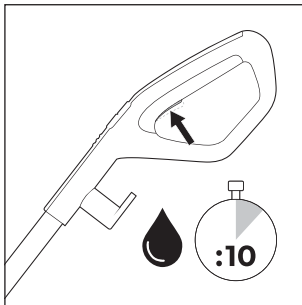
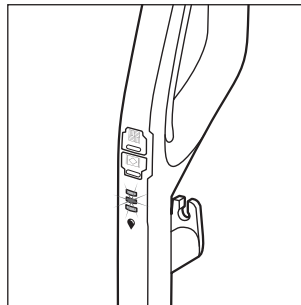

Fig. 18
Fig. 19
- ◆ Înainte de fiecare utilizare, țineți apăsat comutatorul pentru soluția de curățare **15** timp de cca 10 secunde pentru a pregăti de utilizare rola perie **6** cu soluția de curățare (a se vedea fig. 18). Afișajul soluției de curățare **12** clipește albastru alternativ atunci când comutatorul pentru soluția de curățare **15** este ținut apăsat (a se vedea fig. 19).